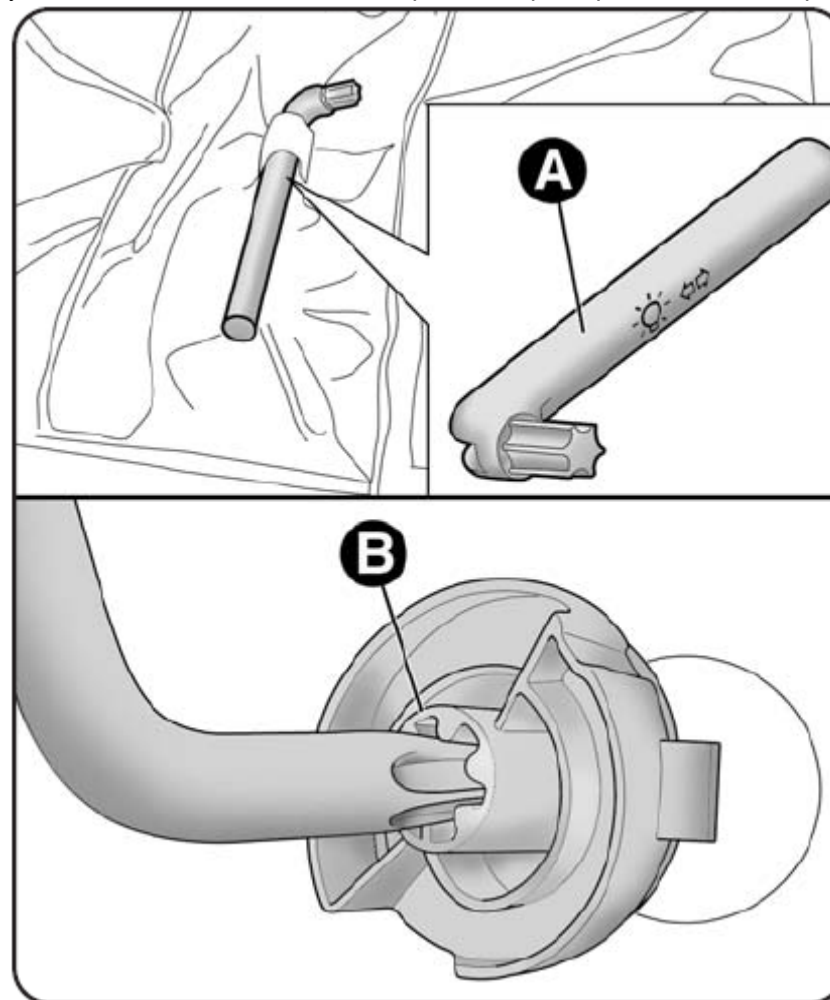

Рис. 25
- Возьмите ключ **А** – рис. 25 (расположенный в ящичке для документов), установите его в гнездо **В** и поверните патрон против часовой стрелки;